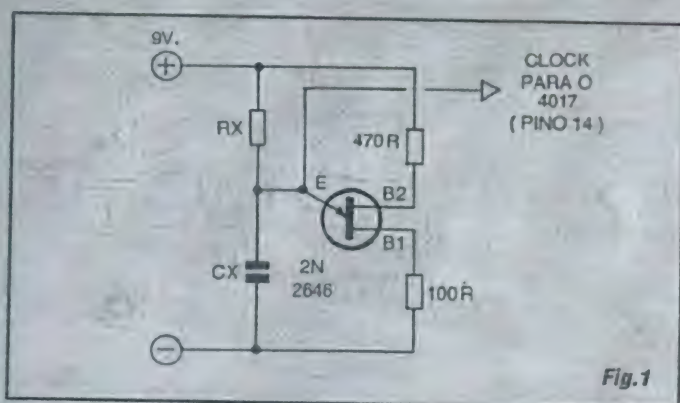

Fig. 1
- FIG. 1 - CLOCK COM TUD - Um simples oscilador com Transistor Unijunção (já estudado em "Aula" específica...) constitui excelente fonte de "trem de pulsos" para um 4017 (ou outro bloco C.MOS qualquer... A Tensão de trabalho deve ser compatível com os requisitos C.MOS (9V, no exemplo). A Frequência de geração dos pulsos é determinada pelos valores de R_x e/ou C_x ...